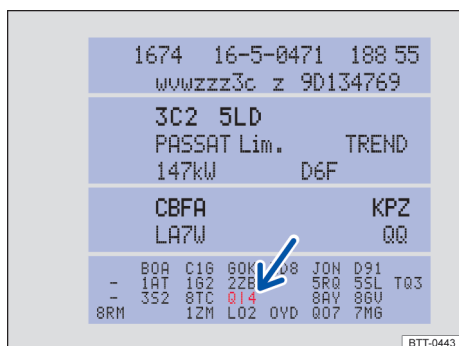

Fig. 213 Etiqueta de dados do veículo com número PR do respectivo serviço (Representação esquemática).
- Pelo número PR da etiqueta de dados do veículo → Fig. 213 (seta) → Página 319.